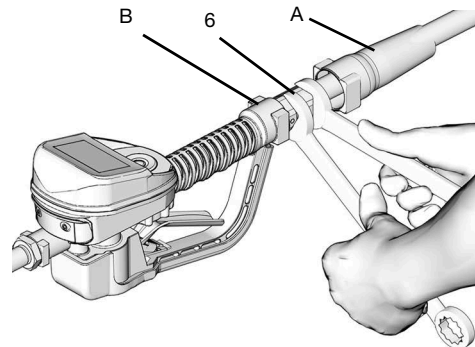

FIG. 6
2. Deslice la funda giratoria (A) hacia atrás, sobre la manguera, el extremo pequeño primero para acceder al accesorio giratorio (6) (FIG. 6).
4. Enrosque el accesorio de conexión de la manguera (B) en la pieza giratoria (6) de la válvula dispensadora con medidor y utilice dos llaves para apretar firmemente (FIG. 6).